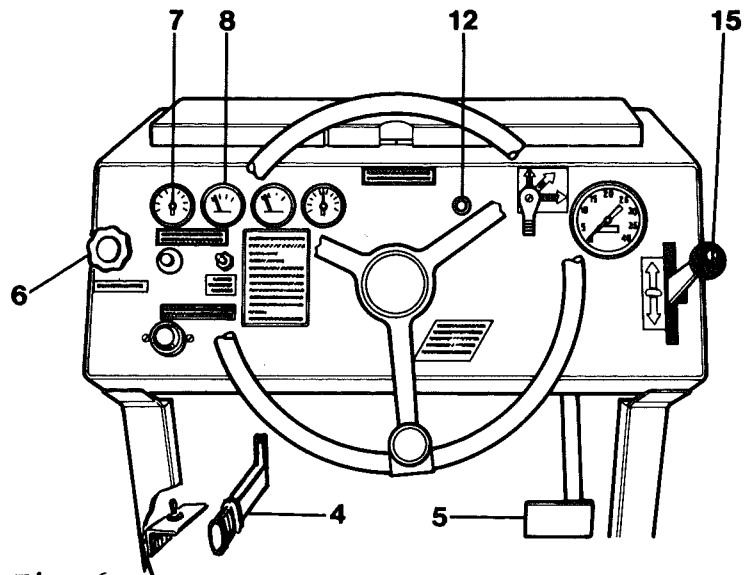

Fig. 6
La velocità si regola con il comando della marcia avanti e retromarcia (15), fig. 6 (che funge anche da freno di marcia del rullo compressore).
- 4 Allentare il freno di stazionamento (2) portando la leva in avanti e verso il basso. La spia luminosa del freno di stazionamento (12), fig. 6, si deve spegnere.
- 5 Portare il comando della marcia avanti e retromarcia (15) verso la posizione desiderata. Regolare la velocità con il comando. Impostando il comando nella posizione NEUTRA, il rullo compressore si ferma.
- 6 Controllare, durante la marcia, che i manometri indichino valori normali e che le spie luminose non si accendano. La temperatura dell'olio per le funzioni oleodinamiche non deve superare gli 82°C. Temp. max. di raffreddamento (7) fig. 6 (100°C)
- 7 Accertarsi del funzionamento del freno a pedale (5). (Vedere le istruzioni per la manutenzione.)